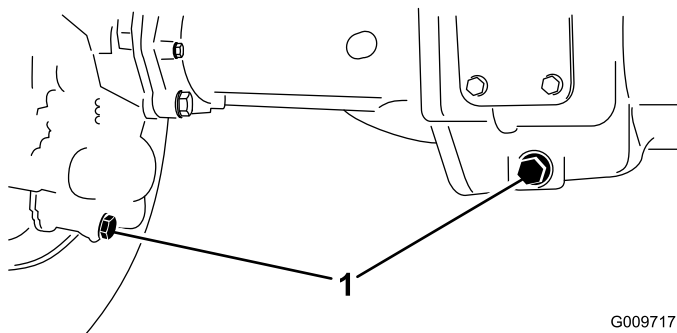

Figura 45
2. Limpie la zona alrededor de los tres tapones de vaciado, uno en cada extremo y uno en el centro (Figura 45).